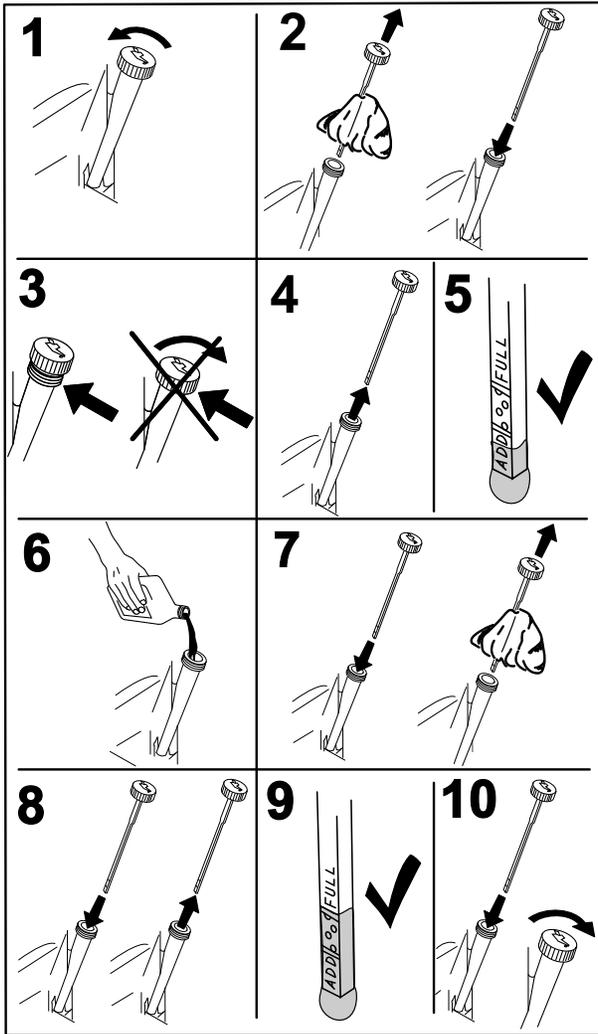

Bild 31
4. Stellen Sie vor dem Verlassen des Fahrersitzes den Motor ab, ziehen Sie den Schlüssel ab und warten Sie, bis alle rotierenden Teile zum Stillstand gekommen sind (Bild 31).